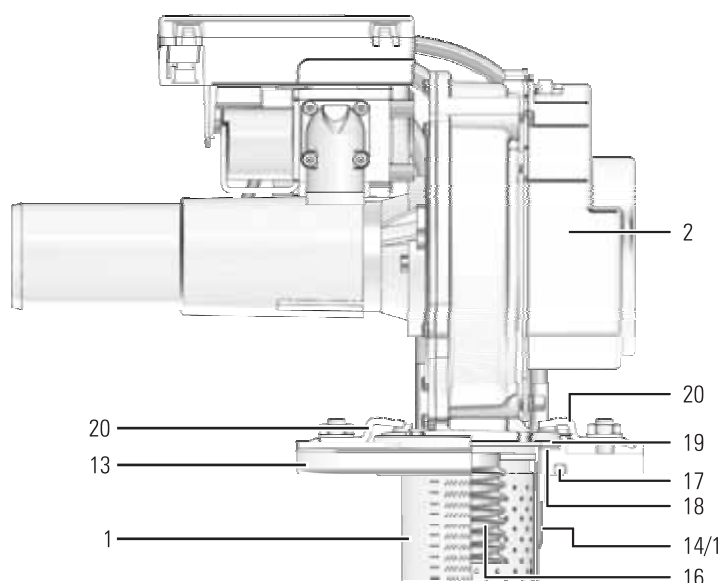

Fig. 6-3 Bruciatore a gas di ROTEX GSU – vista da sinistra
La funzione di regolazione della miscelazione gas/aria (miscelazione pneumatica) provvede a mantenere costante con ogni grado di potenza l'afflusso idoneo di CO₂ impostato mediante la vite di regolazione della miscelazione gas/aria (fig. 6-3, pos. 11) ed eventualmente mediante la vite di regolazione della pressione del gas (fig. 6-3, pos. 12). Grazie a questa funzione, il bruciatore reagisce immediatamente a ogni cambiamento della portata d'aria con un cambiamento corrispondente della quantità di gas.
1. Allentare la vite nel punto di misurazione della pressione d'ingresso del gas (fig. 6-3, pos. 9) di un mezzo giro in senso antiorario e collegare il tubo del misuratore di pressione.